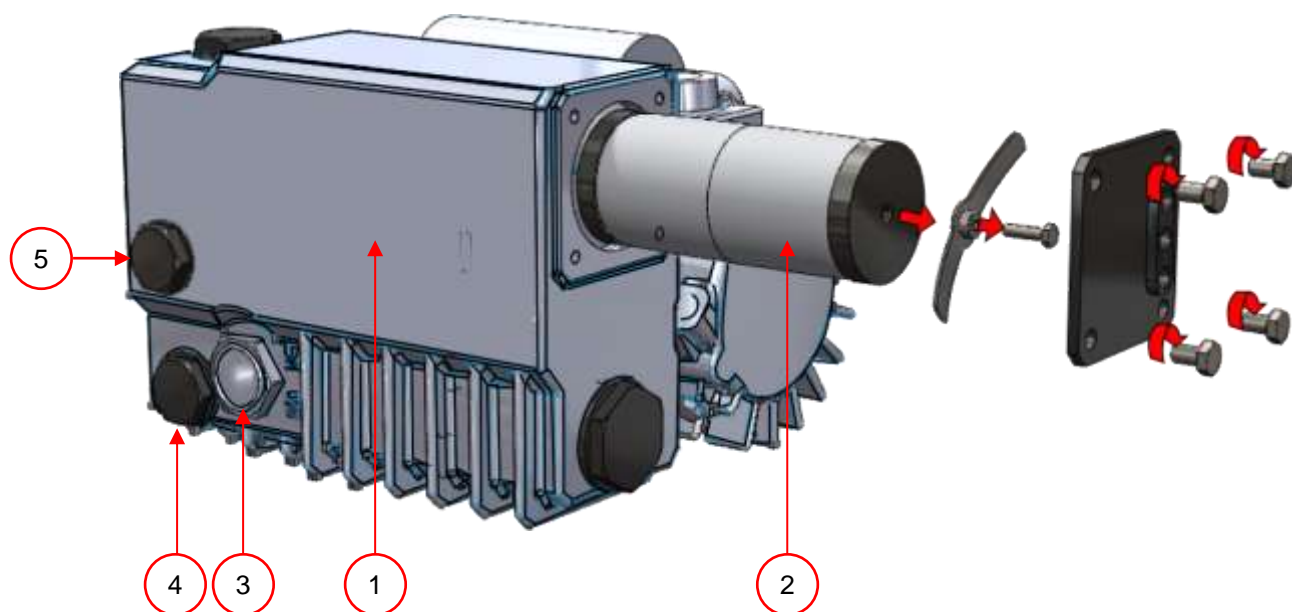

Figure 3: Vue d'ensemble des pompes (couvercle du filtre enlevé)
- Assurez-vous qu'il y a suffisamment d'huile dans la pompe (Figure 3:4). Si ce n'est pas le cas, remplissez-la d'huile.